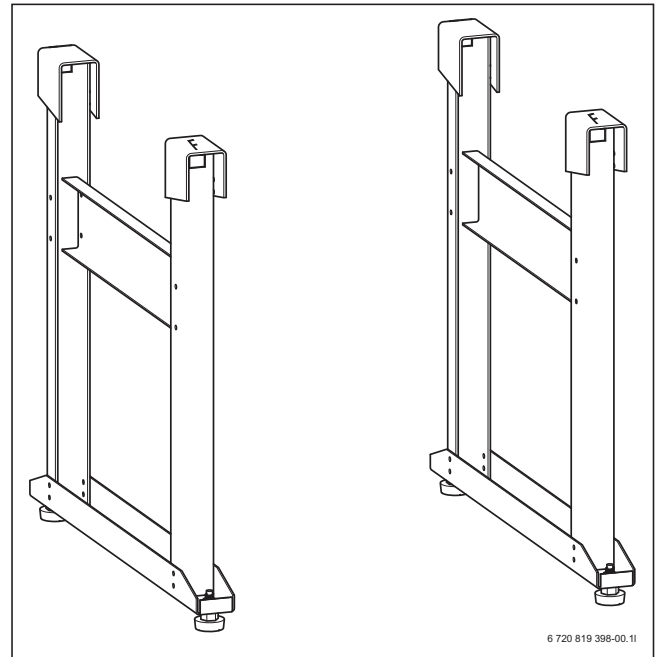

Bild 12 Kennzeichnung an den BefestigungsfüÙen
- ▶ Montagerichtung des Gestells beachten: Die Seite, an der ein „F“ in die BefestigungsfüÙe gestanzt ist, muss mit der Ausblasseite übereinstimmen (→ Bild 12).